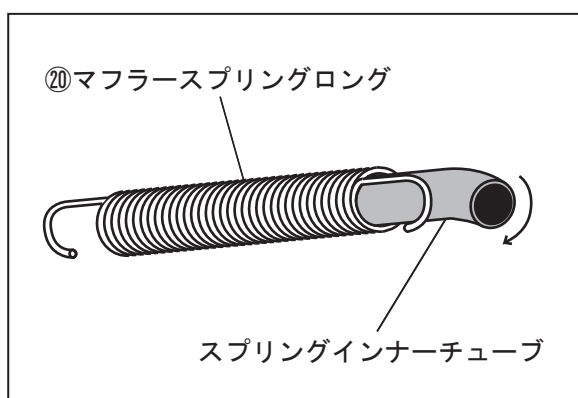

FIG. 10
11. ⑳マフラスプリングロングにスプリングインナーチューブを入れて下さい。(FIG. 10 参照)